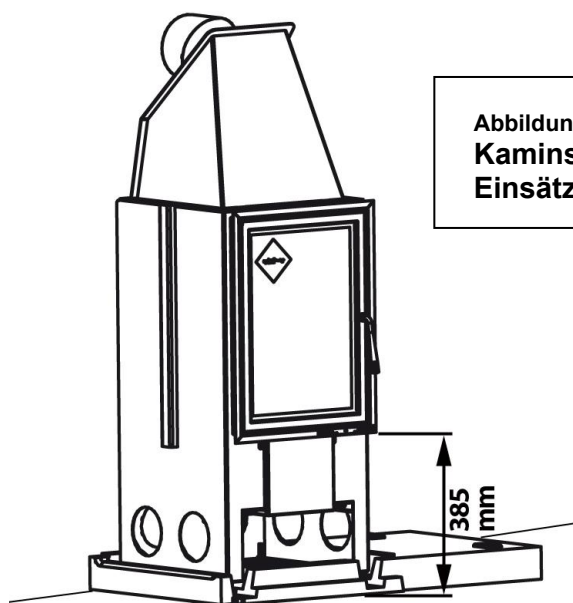
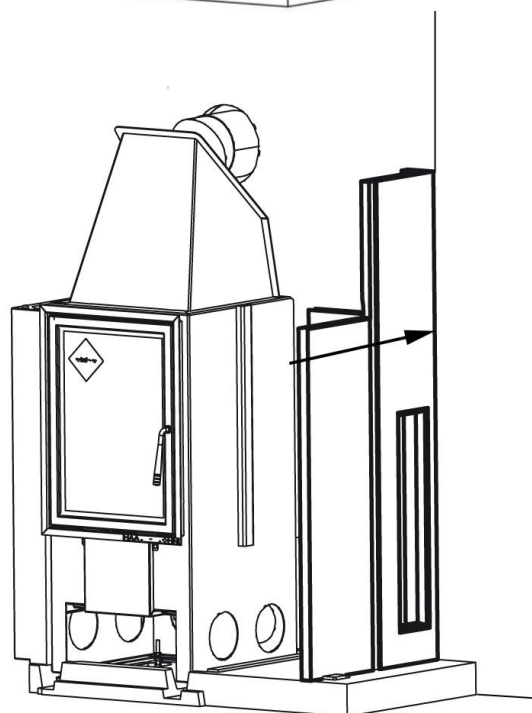

**Abbildung 2:
**Abbildung 5: Montage auf der
3. Stellen Sie den Kamin mithilfe eines Maulschlüssels der Größe 13 durch Drehen der verstellbaren Füße auf die richtige Höhe ein. Einsatz. Die ideale Höhe ist in Abb. 2 dargestellt. Bitte montieren Sie den Einsatz zusammen mit dem Sockel und der Frontplatte zur Überprüfung (Abb. 5). Die Unterkante des Rahmens des Kamineinsatzes kann bündig mit der Basis der Betonverkleidung abschließen (ohne Fuge) oder 1 bis 2 mm höher sein (Hinweis: Nach dem Verkleben erhöht sich die Gesamthöhe geringfügig; der Kamineinsatz kann jedoch mithilfe der verstellbaren Füße auf die gewünschte Höhe eingestellt werden).
4. Darüber hinaus muss der Abstand zur zu errichtenden Wand auf das korrekte Maß eingestellt werden (siehe Abbildung 2).